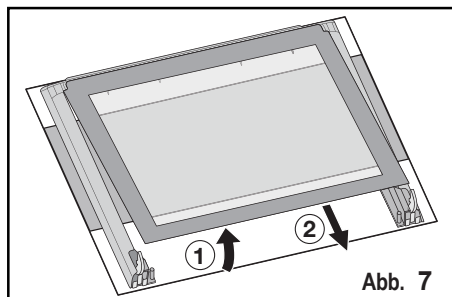

Abb. 7
9. heben Sie die obere Scheibe vorsichtig etwas an und ziehen Sie die Scheibe heraus, die an dem Zierrahmen auf allen vier Seiten erkennbar ist (Abb. 7).